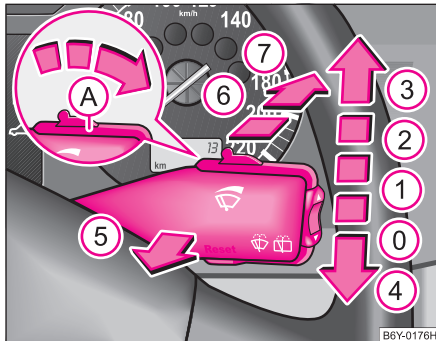

Abb. 42 Scheibenwischerhebel
Der Scheibenwischerhebel ⇒ Abb. 42 hat folgende Stellungen:
- Drücken Sie den Hebel vom Lenkrad weg in die Stellung ⑥ ⇒ Abb. 42, der Scheibenwischer wischt alle 6 Sekunden.
Zum Reinigen der Scheinwerfer kommt es nach jedem fünften Frontscheibenwischen, wenn das Ablend- oder Fernlicht eingeschaltet ist und der Scheibenwischerhebel ca. 1 Sekunde in der Stellung  ⇒ Seite 63, Abb. 42 gehalten wurde.